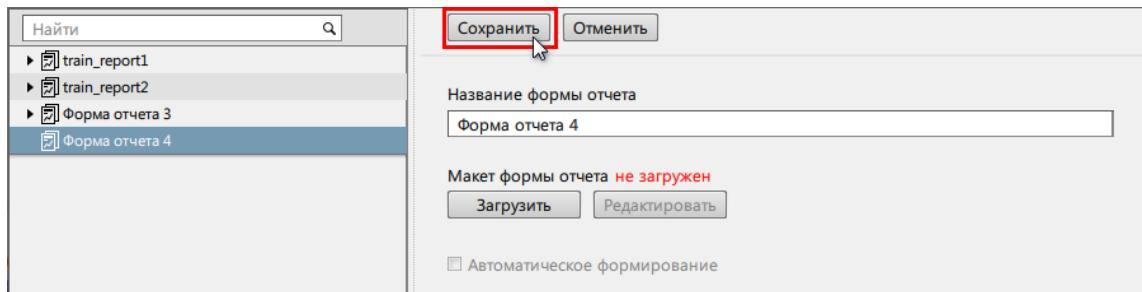

Рисунок 129 - Сохранение
9. Нажмите **Сохранить** (Рисунок 129).